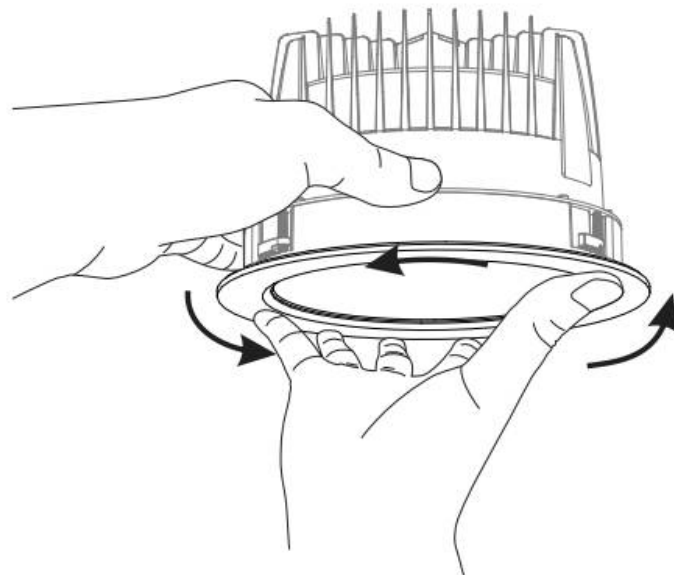

Рисунок 2 - Схема снятия обечайки
5.3.3 Снять обечайку со светильника (рис. 2).